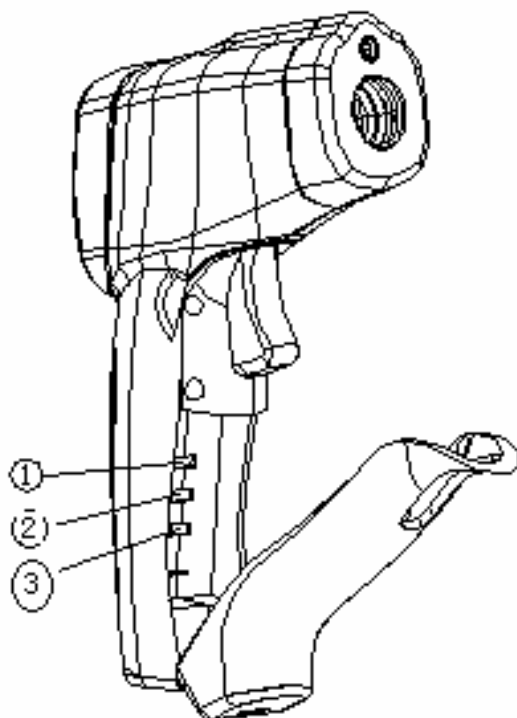

Рис.8.3.1.1
Органы управления внутренней панели прибора представлены в таблице 8.3.1.1 (рис.8.3.1.1).
Переключатель температурной шкалы расположен в верхней части прибора. При открытой ручке прибора, переключите маленький черный переключатель (**позиция 1 рисунок 8.3.1.1**) в положение C или F.
- Установите переключатель вкл/выкл сигнализации в позицию OFF (позиция 3, рис.8.3.1.1)